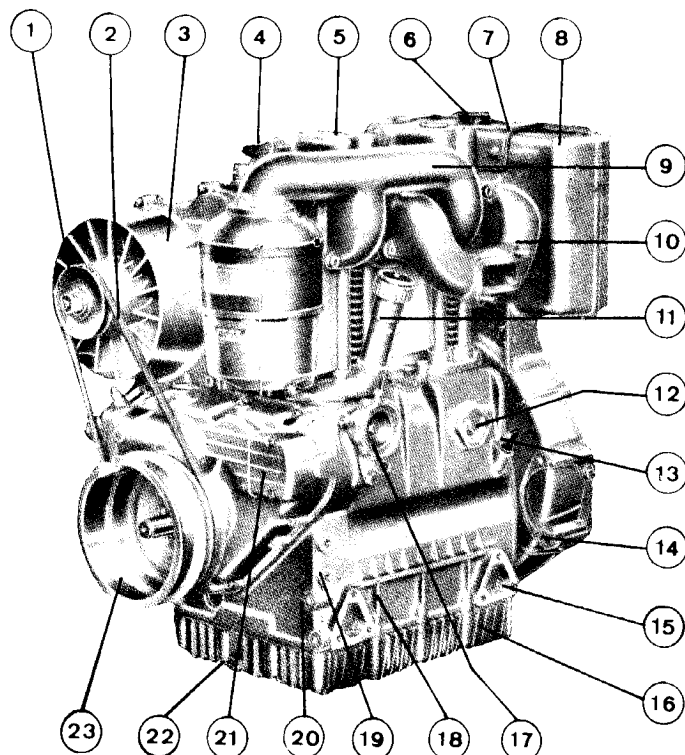

Fig. 4
Ricordarsi di fare questa operazione avendo dato metà acceleratore e sollevato il supplemento di avviamento (Fig. 2 n. 11). Per motori provvisti di avviamento elettrico la ricarica del sistema di iniezione si effettua facendo ruotare il motore col motorino elettrico; abbassando la levetta di decompressione (Fig. 4 n. 4) si agevola la rotazione del motore.
La verifica si effettua controllando che il livello sia compreso fra le tacche del minimo e del massimo riportate sull'asta livello olio (Fig. 4 n. 13).
Trascorsi i cinque minuti di moto al minimo, regolare il regime di rotazione del motore mediante l'apposito pomello (Fig. 4 n. 17).
- 1) Smontare il coperchio dei bilancieri (Fig. 4 n. 5).